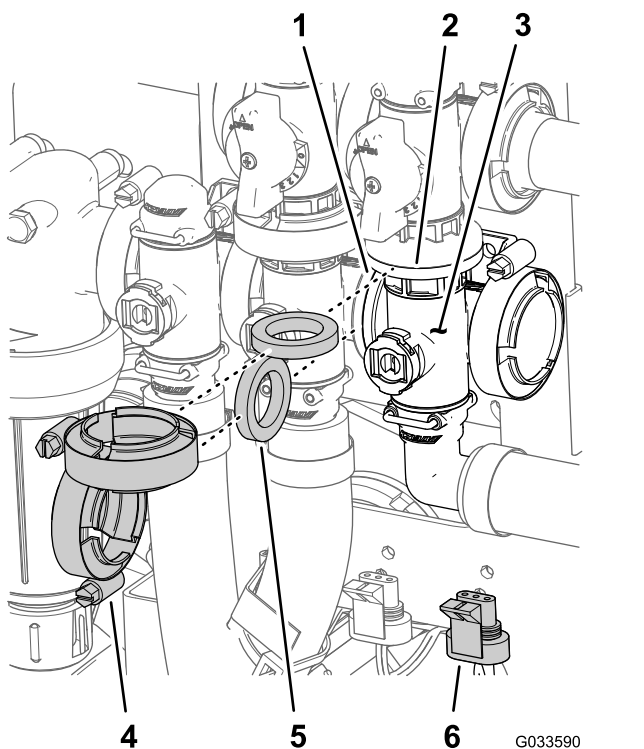

Figura 129
- Alinhe a flange do coletor da válvula da rampa principal, uma junta e a flange da válvula de derivação da rampa principal (Figura 129).
- Monte o coletor da válvula da rampa principal, junta e válvula de derivação da rampa principal com uma braçadeira de flange bem apertado à mão (Figura 129).
- Alinhe a flange do coletor da válvula da rampa principal, uma junta e o coletor da válvula de agitação (Figura 129).
- Monte o coletor da válvula da rampa principal, junta e coletor da válvula de agitação com uma braçadeira de flange e aperte à mão (Figura 129).
- Monte a válvula de agitação na montagem da válvula com o parafuso de cabeça flangeada e porca de bloqueio flangeada (Figura 129) que removeu no passo 3 de Remoção da válvula do coletor da rampa principal (página 82) e aperte a porca e parafuso com 10 a 12 N·m.